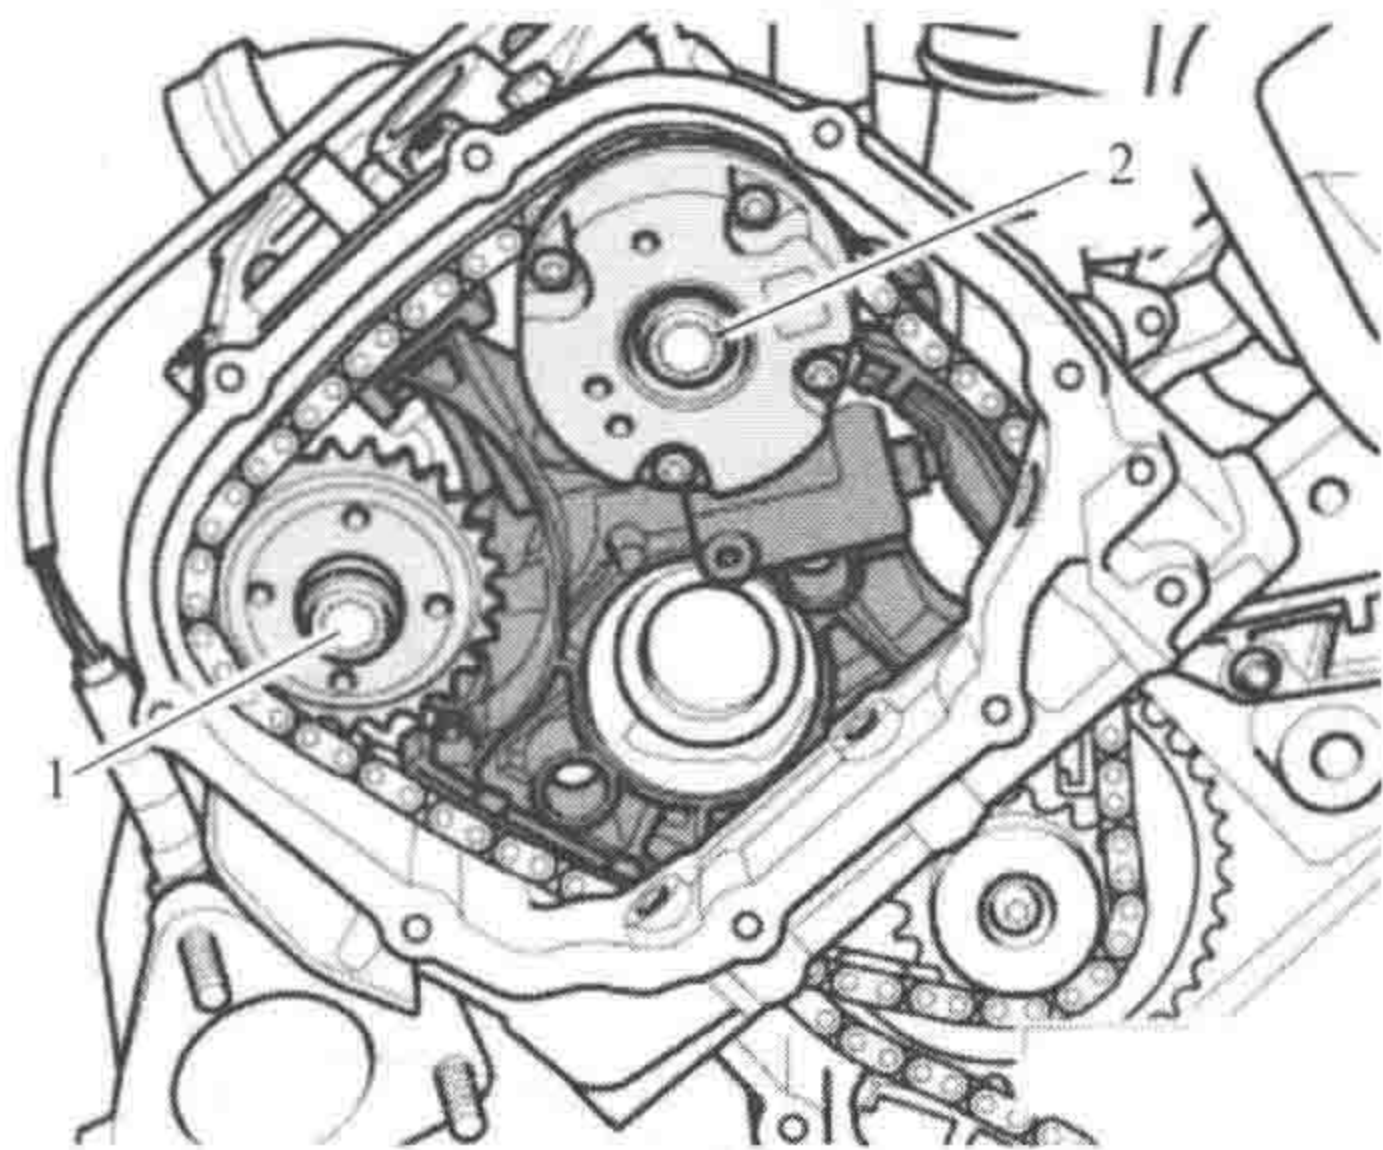

图 1-1-16
(11) 如图 1-1-16 所示, 拧出左侧 (及右侧) 气缸盖上的螺栓 1 和 2, 取下凸轮轴调节器和凸轮轴链轮。